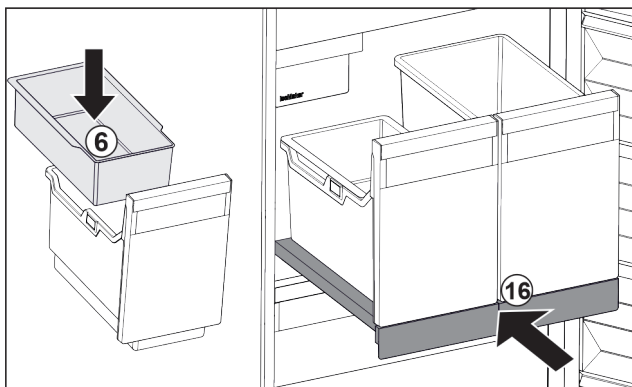

Fig. 25
- ▶ Inserire la vaschetta da agganciare Fig. 25 (6) per i cubetti di ghiaccio.
- ▶ Inserire il ripiano estraibile con il contenitore (IceTower). Fig. 25 (16)